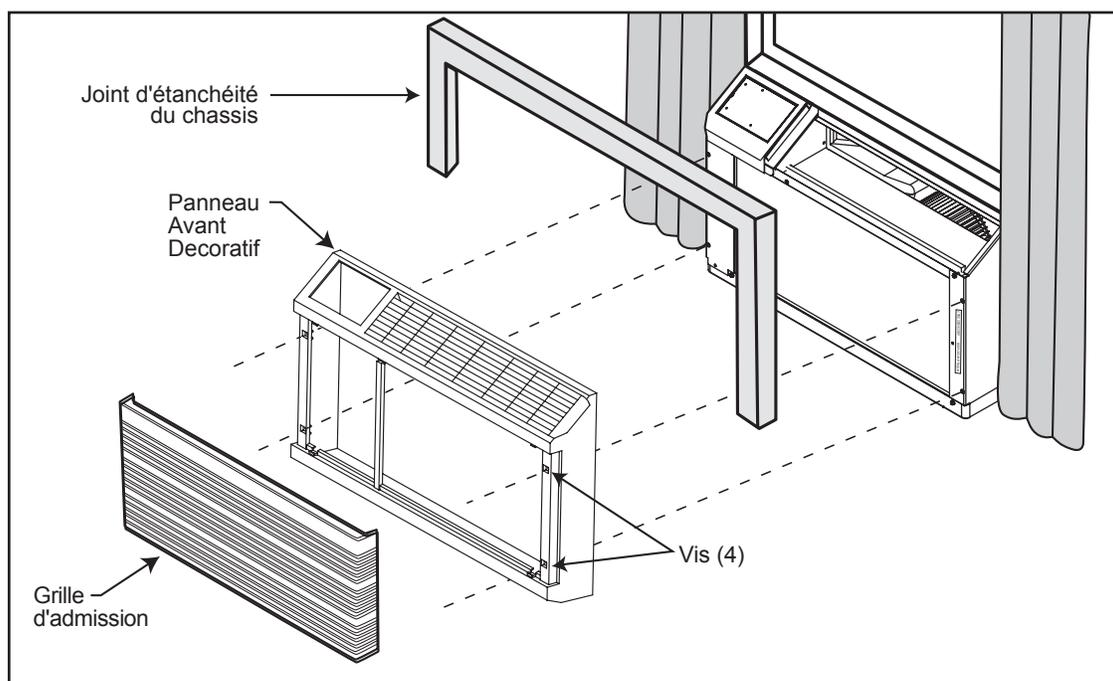

Figure 11
ÉTAPE 6 Tenir fermement la grille d'admission du panneau avant décoratif par les coins supérieurs gauche et droit et tirer sur celle-ci pour la sortir du bâti du panneau avant décoratif. Tirer ainsi jusqu'à ce que la grille sorte des agrafes de retenue supérieures. Faire basculer vers soi, la soulever et la sortir des agrafes de retenue inférieures. Mettre le bâti du panneau avant décoratif en place sur l'ouverture du coffret et l'installer sur le châssis avec quatre vis à tôle, comme montré sur la Figure 11. Pour remettre la grille d' admission en place, mettre le bas de la grille dans les agrafes de retenue inférieures. Faire basculer le panneau avant vers le haut et vers l'appareil. Appuyer doucement en haut et la grille se met en position automatiquement dans les agrafes de retenue supérieures.